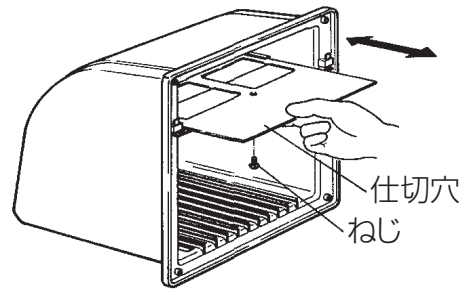

図1
(1) 壁厚が取付可能な壁厚かどうか、また角穴の上下の中央に換気扇が据付けられているか確認する。
(2) 仕切板を調節する。(図1)